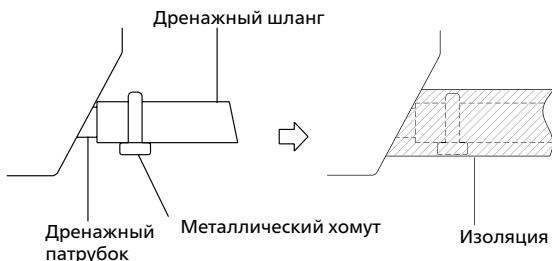

Рис. 6.1
- Подсоедините трубу для вывода воды к дренажному патрубку. Наденьте на конец шланга теплоизоляционный материал и надежно закрепите его с помощью хомута. (Рис. 6.1).